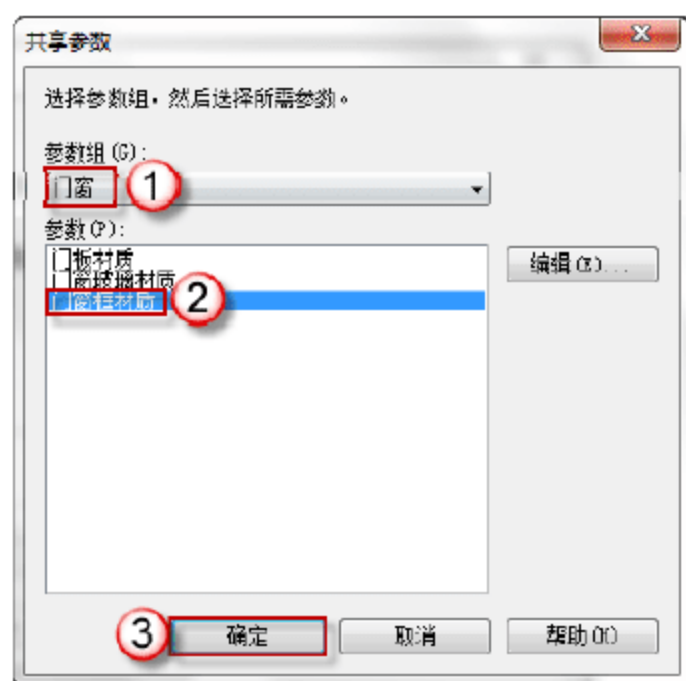

图 6.1.130 添加门窗框材质
(13) 添加门框材质。在门框的“属性”面板中,单击“材质和装饰”栏“材质”右侧的空白按钮,弹出“关联族参数”对话框。单击“添加参数(D)”按钮,弹出“参数属性”对话框,选中“共享参数”单选按钮,单击“确定”按钮,弹出“共享参数”对话框,在“参数组(G)”中选择“门窗”选项,在“参数(P)”中选择“门窗框材质”选项,单击“确定”按钮,如图6.1.130所示。